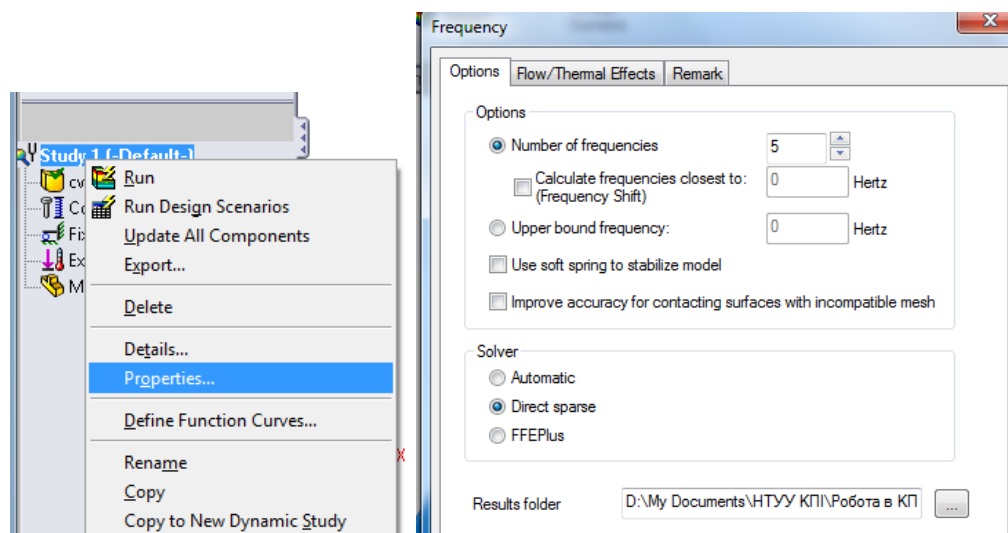

Рис. 3.2.3. Налаштування частотного аналізу та вибір кількості частот для розрахунку
5. Розглянемо опції аналізу (рис. 3.2.3). Для виводу діалогового вікна опцій клацніть правою клавішею мишки на піктограмі створеного аналізу і виберіть **Properties** (Свойства). Першу з настройок **Number of frequencies** (Кількість частот) залиште незмінною – **5**. Це налаштування визначає кількість власних частот асоційованих мод коливань, які будуть розраховані під час аналізу. Також тут можна обмежити частотний діапазон розрахунку та ввести певні опції для стабілізації розрахунку, чи підвищення його точності.